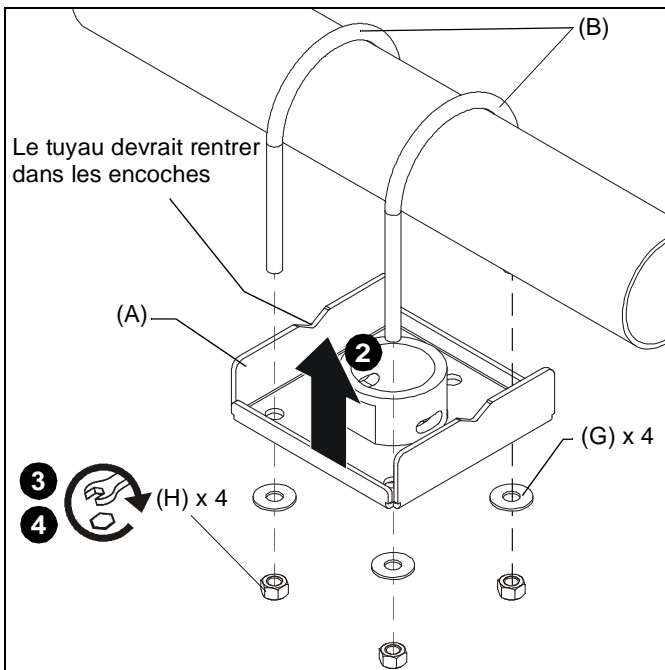

Figure 2
2. Levez la plaque armature (A) et insérez les brides en U dans les trous de la plaque. (Voir la Figure 2)
REMARQUE : Si vous installez la plaque armature (A) sur un tuyau, assurez-vous que le tuyau rentre dans les encoches de la plaque. (Voir la Figure 2)
3. Installez sans serrer les écrous 3/8" (H) et les rondelles 3/8" (G).
4. Mettez à niveau le support et serrez les écrous (E). (Voir la Figure 2)